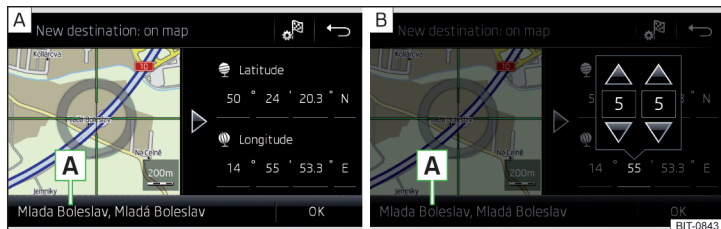

Fig. 173 Introducir destino: a través del punto del mapa / con ayuda de las coordenadas GPS
- Por el toque de la pantalla desplazar el destino deseado en la cruz reticular » fig. 173 - **A**.
- Pulsar y ajustar los valores de las coordenadas del GPS uno detrás del otro » fig. 173 - **B**.
Si hay información disponible sobre el punto introducido en los datos de navegación del Infotainment, esta se mostrará en vez de las coordenadas GPS (p. ej. dirección **A** » fig. 173).